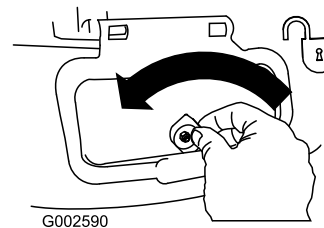

Рисунок 32
1. Разблокируйте боковую выпускную дверцу (Рисунок 32).